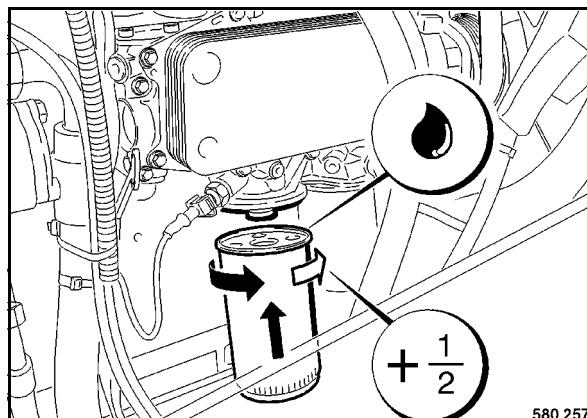

Fig. 104
- Enroscar los nuevos cartuchos filtrantes (Fig. 104) con la mano hasta la junta tiene contacto.